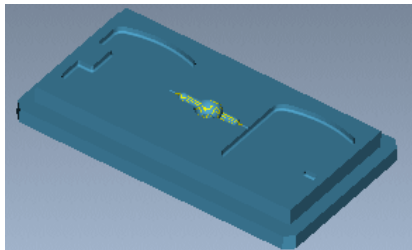

图 10.4.77 “NC 检查”动态仿真
Step1. 在 ▼ PLAY PATH (播放路径) 菜单中选择 NC Check (NC 检查) 命令, 系统弹出“VERICUT 7.1.5 by CGTECH”窗口。单击  按钮, 观察刀具切割工件的运行情况, 结果如图 10.4.77 所示。